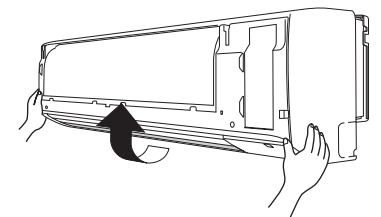

Fig. 3-16
- (6) Eleve la rejilla en la dirección que muestra la flecha, y tire de la rejilla hacia su posición para extraerla. (Fig. 3-16)